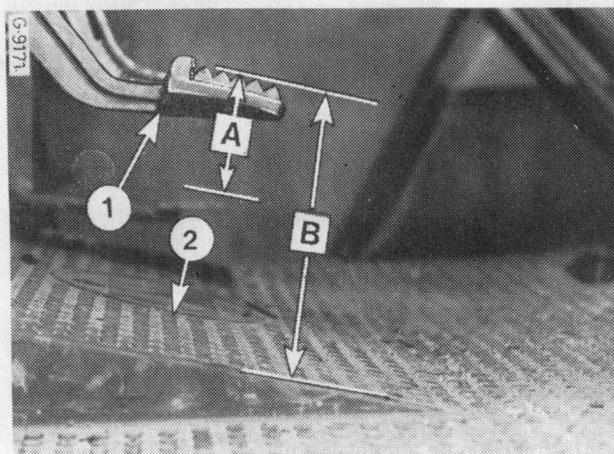
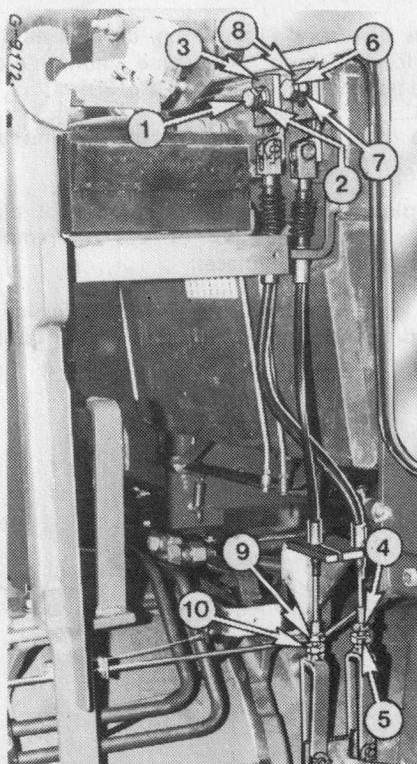

Figure 82
Figure 83
Lorsque le tracteur est complètement embrayé, la pédale d'embrayage (1, fig. 82) doit avoir une garde (A). Au fur
Desserrez le contre-écrou (5), fig. 83. Tournez la vis de réglage (4) jusqu'à obtenir une mesure correcte de la garde (A, fig. 82). Revérifiez la distance (A), puis resserrez le contre-écrou (5).
Pour régler l'embrayage de prise de force desserrez le contre-écrou (10) fig. 83.